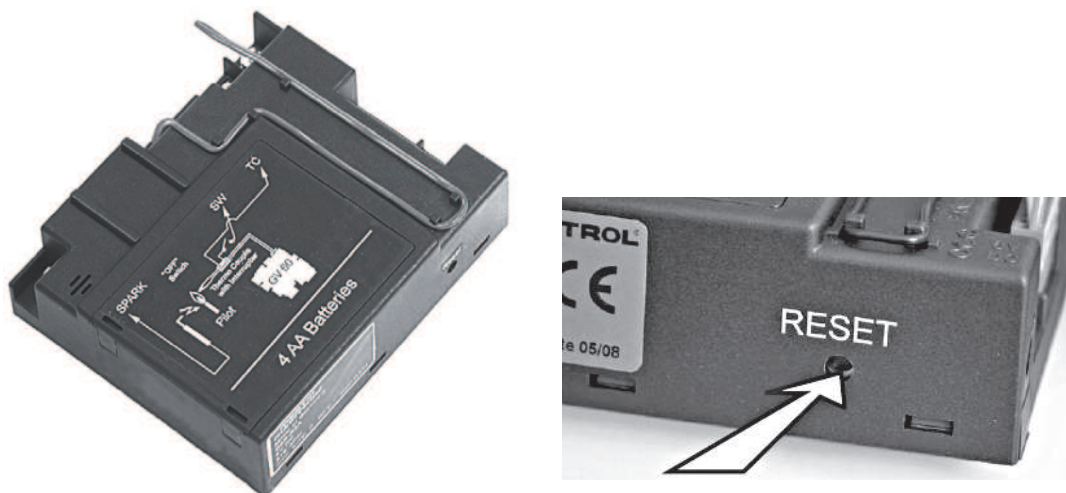

Figure 3: Récepteur “RESET” bouton
- Appuyez sur le bouton **"RESET"** du récepteur et maintenez-le enfoncé jusqu'à entendre 2 bips. Voir figure 3.